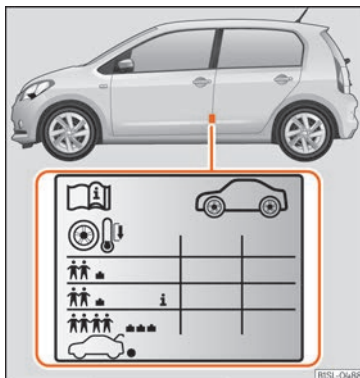

Fig. 166 Ubicación del adhesivo de la presión de inflado de los neumáticos.
- Adapte la presión de los neumáticos a la carga que lleva el vehículo » **fig. 166**.
Los valores de la presión de inflado se indican en la etiqueta adhesiva situada en la zona posterior del marco de la puerta delantera izquierda » **fig. 166**.
En función del vehículo, se puede adaptar la presión de inflado de los neumáticos a media carga para aumentar el confort de marcha (presión de inflado **i** » **fig. 166**). Cuando se circula con la presión de inflado de confort, puede incrementarse ligeramente el consumo de energía.
vehículo va a ir cargado al máximo, debe aumentar la presión de inflado al valor máximo de carga indicado en la etiqueta adhesiva »» fig. 166.
En el caso de una rueda de emergencia mini-mizada (125/70 R16 o 125/70 R18), inflar a 4,2 bar de presión según se indica en la etiqueta de presión de los neumáticos »» fig. 166.
- El conductor es responsable de que todos los neumáticos del vehículo estén inflados a la presión correcta. La presión de inflado recomendada viene indicada en un adhesivo »» fig. 166.
- Con los neumáticos en frío, deberá mantenerse siempre la presión indicada en el adhesivo »» fig. 166.